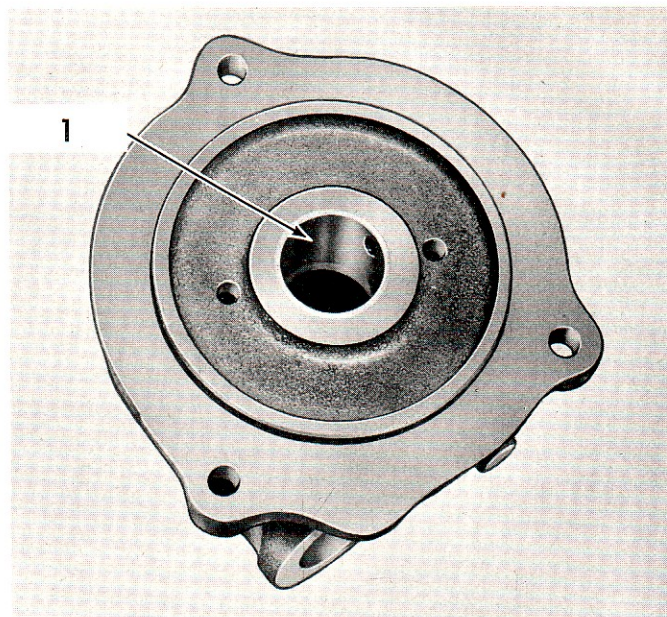

Fig. 78.
1. Si le coussinet du palier (Fig. 78) ne répond pas aux conditions données page 69, celui-ci devra être remplacé.